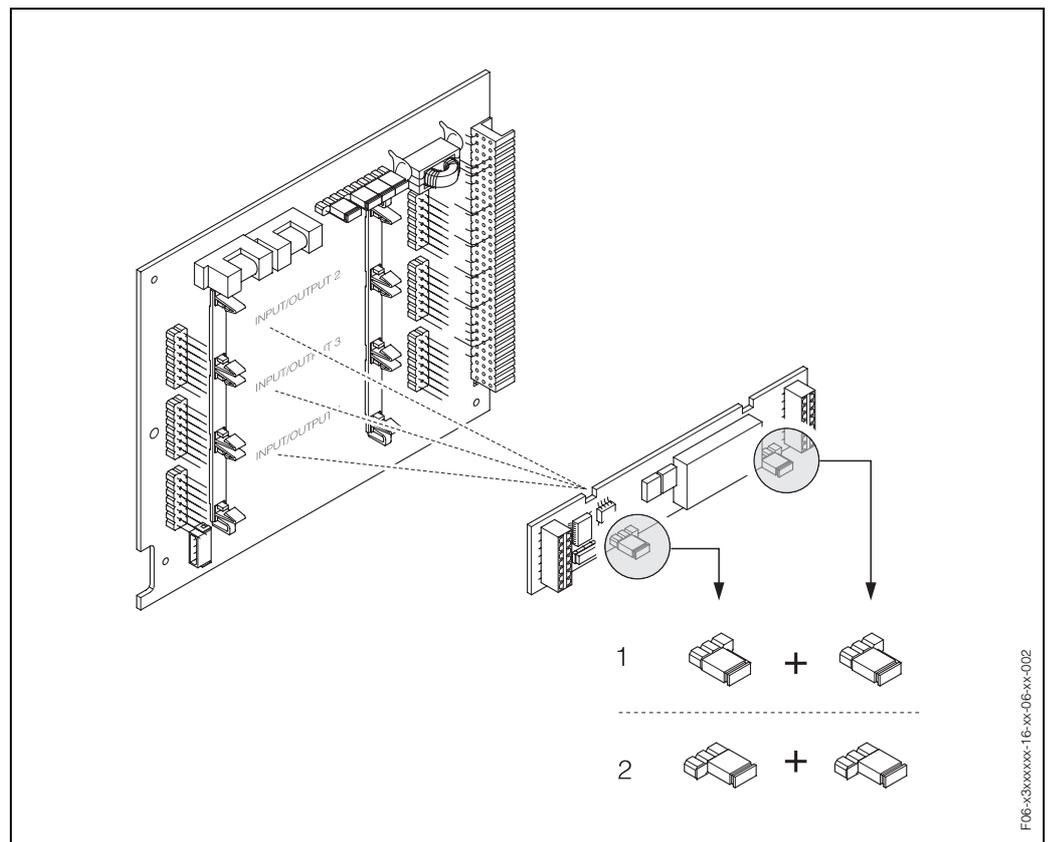

Abb. 53: Relaiskontakte konfigurieren (Öffner / Schließer)
3. Steckbrücken entsprechend Abb. 53 positionieren.